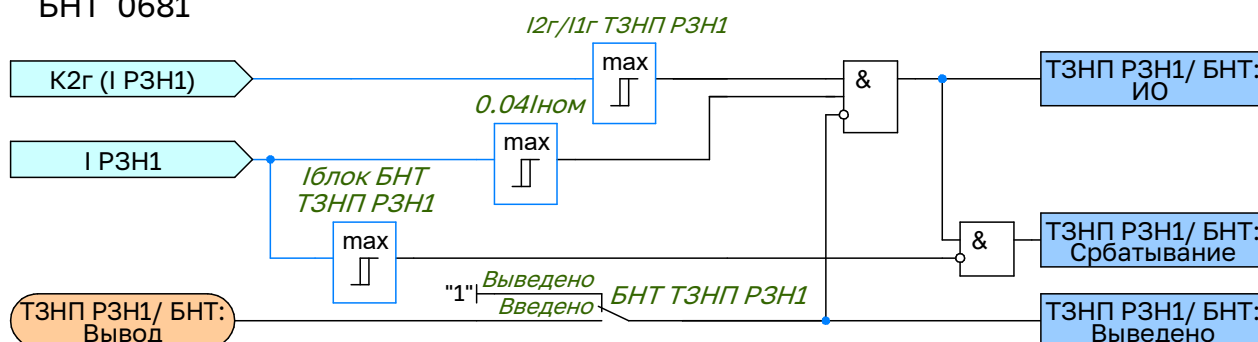

Рисунок 2.27 – Функциональная схема логики ТЗНП РЗН1
2.20.2 Ступень состоит из максимального органа сравнения с уставкой «**Isр ТЗНП РЗН1**» и выдержки времени «**Тср ТЗНП РЗН1**». Предусмотрены внешние сигналы вывода ступени из работы и блокировки, а также программный переключатель ввода/вывода ступени функционального блока «ТЗНП РЗН1». Ступень ТЗНП РЗН может быть заблокирована от блока детектора второй гармоники, который вводится программным переключателем «**БНТ ТЗНП РЗН1**», при превышении уровня второй гармоники тока  $I_{2г/I1г}$  уставки «**И2г/И1г ТЗНП РЗН1**» (рисунок 2.27). Ввод/вывод блокировки по второй гармонике для каждой ступени производится программным переключателем «**Реж БНТ ТЗНП РЗН1**».